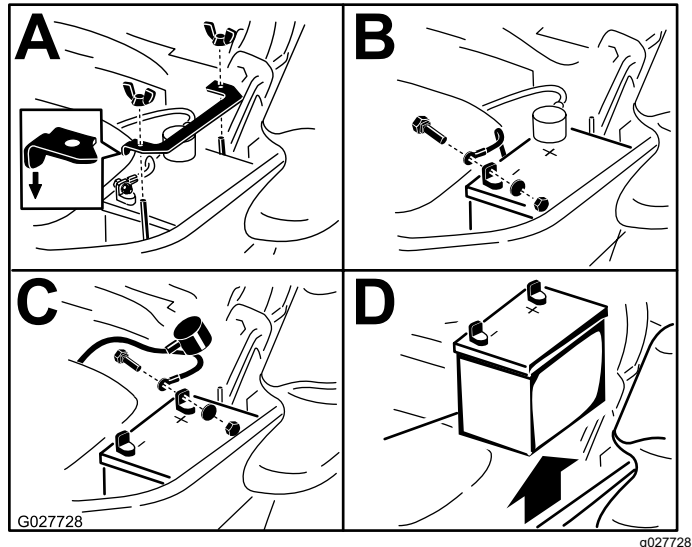

Figura 68
3. Retire la batería, según se muestra en Figura 68.